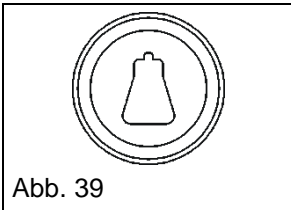

Abb. 39
1. Wenn die rote Besetztanzeige (Abb. 39) an der Druckknopftafel leuchtet, betätigen Sie über den Signaltaster (Abb. 39) die Rufanlage, um mit der Etage, in der sich der Fahrkorb befindet, zu kommunizieren.
- Die rote Besetztanzeige leuchtet (Abb. 39) und das Einfahrsignal ertönt.